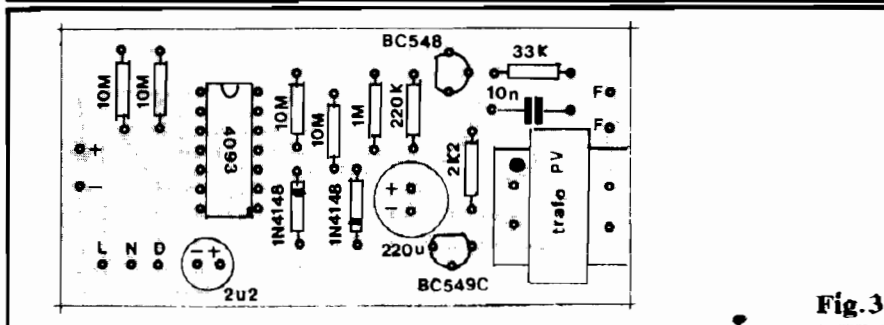

Fig.3
- FIG. 3 - "CHAPEADO" DA MONTAGEM - A placa, agora, é vista pelo seu lado não cobreado, todos os principais componentes já posicionados e identificados (quanto aos seus códigos, valores, polaridades, etc.). ATENÇÃO MÁXIMA às colocações do Integrado, transistores, diodos e capacitores eletrolíticos (já que são componentes polarizados, não podendo ser ligados ao circuito em situação diferente da mostrada...). Também o pequeno transformador merece especial atenção no seu posicionamento, devendo o Leitor/Hobbysta notar a identificação do seu primário, codificada pela tal "pinta vermelha" (indicada no "chapeado"...). Notem ainda que as (poucas) conexões externas à placa têm seus pontos de ligação codificados, na forma de ilhas/furos periféricos claramente identificados...